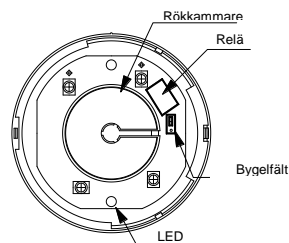

Bild 3. Detektorn med locket borttaget.
- c. Referera till bild 3. Det finns ett bygelfält bredvid reläet, flytta bygels så att det sitter i NO-positionen.